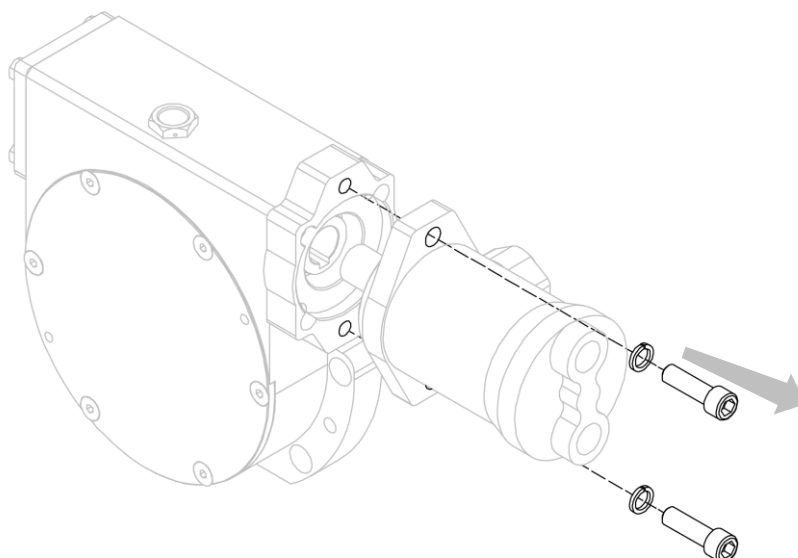

Figure 40
4. Séparer le moteur du réducteur après avoir retiré les vis correspondantes qui le retiennent (voir *Figure 40*).